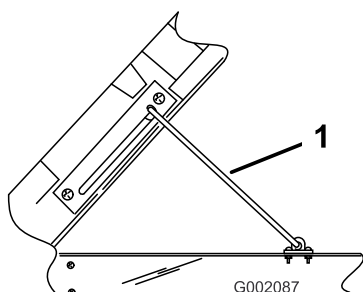

Figura 24
2. Prenda a caixa com a barra de apoio na ranhura de bloqueio (Figura 24).